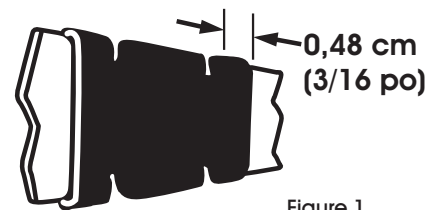

Figure 1
5. Cet outil est une scelleuse à une encoche qui nécessite deux actions de scellage pour chaque joint. Vous trouverez ci-dessous un exemple de joint bien cranté. (Voir Figure 1) Chaque encoche ne doit pas être positionnée à moins de 0,48 cm (3/16 po) du bord du joint. Si le joint cranté n'apparaît pas comme illustré, inspectez l'outil pour toute pièce défectueuse ou endommagée. Remplacez les pièces de l'outil au besoin. N'expédiez jamais une charge dont les joints sont mal formés. Les joints doivent être correctement crantés.